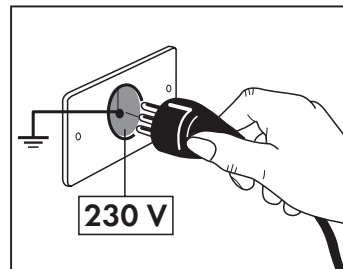

Abb. 1
- Die elektrische Anlage muss laut den geltenden Vorschriften geerdet und mit einem Schutzsicherer versehen sein (230 V 50 Hz) (Abb. 1).